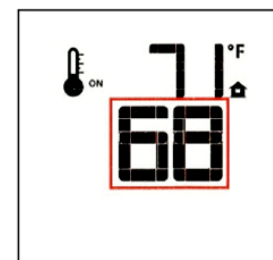

Figure 62. Modifier le réglage de température.
- Pour modifier le réglage de température, appuyez sur les touches fléchées «Haut» ou «Bas» jusqu'à ce que le réglage de température désiré soit affiché. Fig.62.